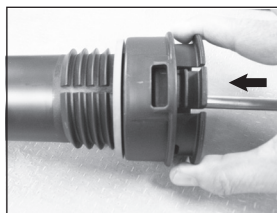

Figure 5
5. Insérer la poignée de la pompe dans le tube. Aligner les onglets du couvercle avec les ouvertures rectangulaires du tube. Pousser le couvercle vers le bas jusqu'à ce qu'il s'imbrique dans le tube (**Figure 5**).